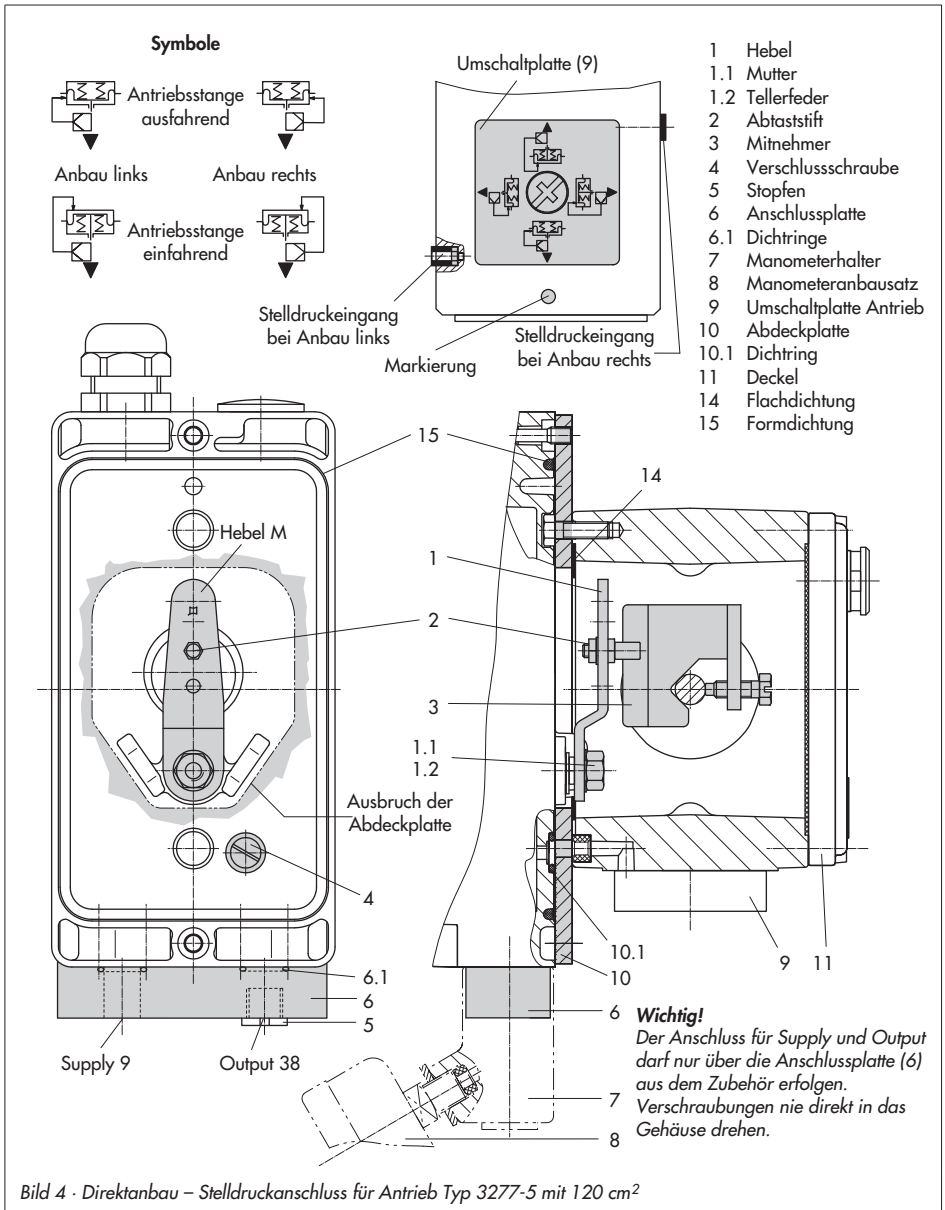

Bild 4 - Direktanbau – Stelldruckanschluss für Antrieb Typ 3277-5 mit 120 cm²
1. Anschlussplatte (6) oder Manometerhalter (7) mit Manometern am Stellungsregler montieren, auf richtigen Sitz der beiden Dichtringe (6.1) achten.
2. Verschlusschraube (4) auf der Stellungsreglerrückseite entfernen und den Stelldruckausgang „Output 38“ an der Anschlussplatte (6) bzw. am Manometerhalter (7) mit dem Stopfen (5) aus den Anbauteilen verschließen.
3. Mitnehmer (3) an die Antriebsstange setzen, ausrichten und so festschrauben, dass die Befestigungsschraube in der Nut der Antriebsstange sitzt.
4. Abdeckplatte (10) mit schmaler Seite des Ausbruches (Bild 4 links) in Richtung zum Stelldruckanschluss befestigen, die